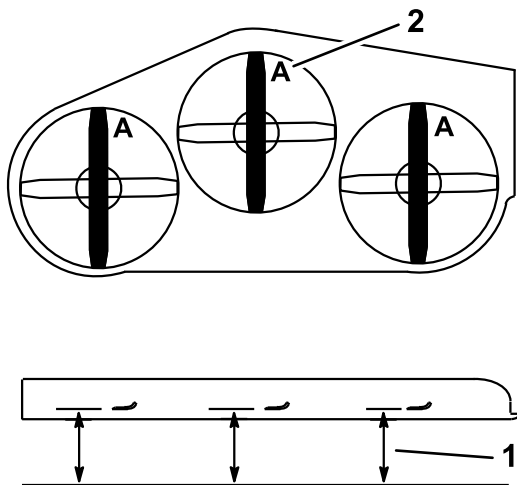

Figure 95
4. Mesurez la distance entre la surface plane et le tranchant (position **A**) des lames (Figure 95).